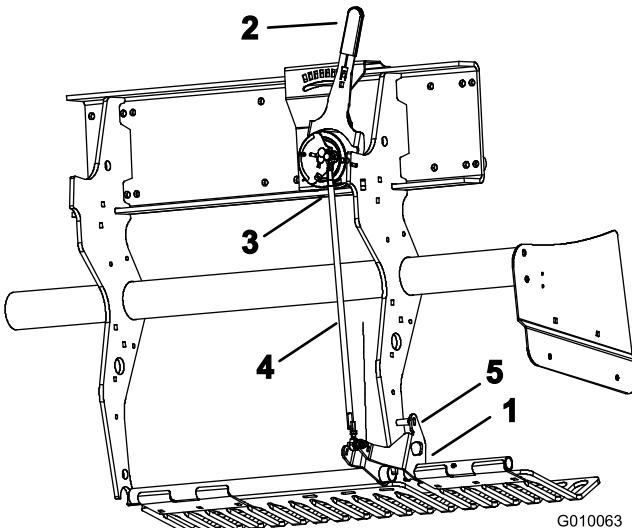

Figura 58
- Gire el soporte de montaje izquierdo del protector de césped (Figura 58) hacia arriba hasta que pueda introducir un pasador (broca o tornillo de caperuza de 5/16) entre el soporte y el tubo de ajuste de profundidad soldado al bastidor.
- Mueva la palanca de profundidad de aireación (Figura 58) al ajuste H (mayor profundidad).
- Desconecte el interruptor de bola externo (Figura 58) del arnés de cables (interruptor de cabezal bajado).
- Afloje las contratuerca (izquierda y derecha) del tirante de ajuste de profundidad (Figura 58).